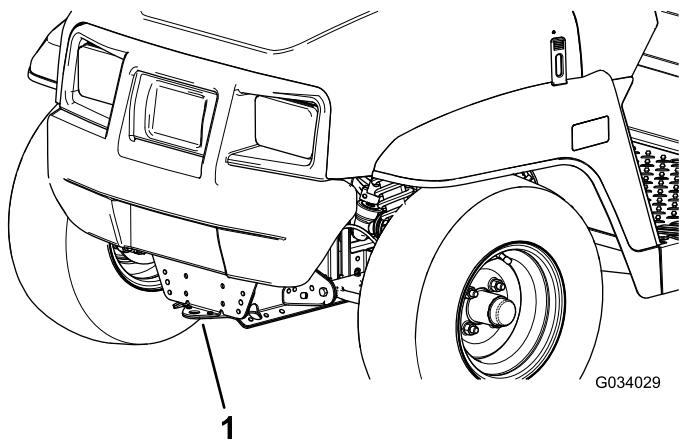
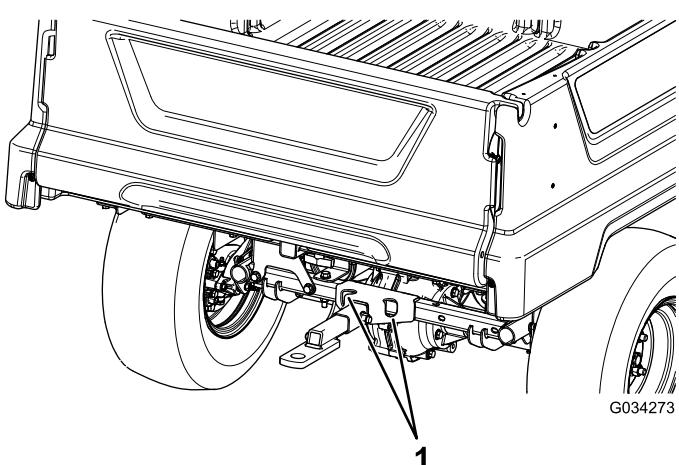

图 21
图 22
长距离移动时请使用带全宽斜面的拖车。确保将机器固定到拖车上。请参阅图 21 和图 22 查看机器栓系点的位置。
- 将拖绳系在机器机架前面的拖曳板上图 21。